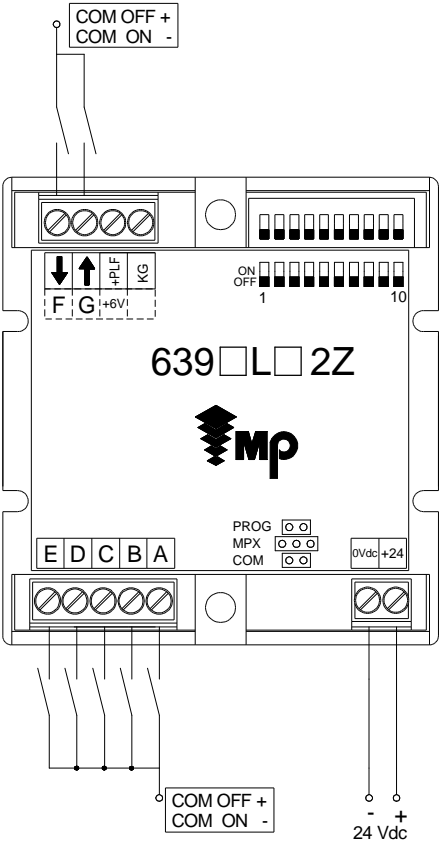

Figure 9 – Connexions Afficheur 639
- Connexions par borniers embrochables (Figure 9):